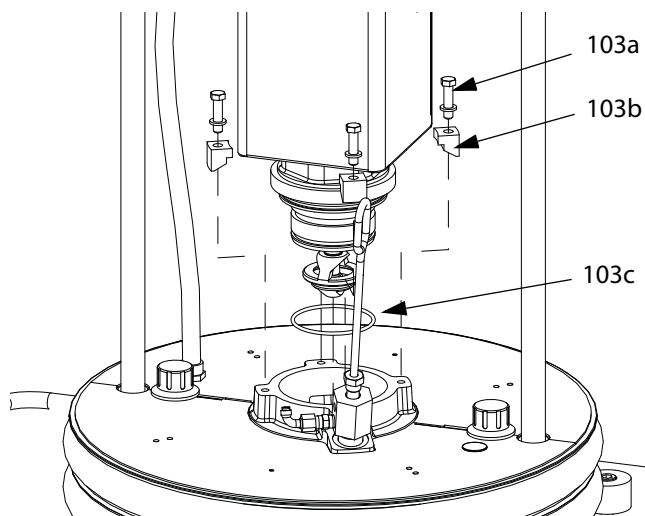

Рис. 41. Монтажный комплект для емкости 208 л
2. Прикрепите насос к опорной емкости с помощью винтов (103a) и зажимов (103b). См. Рис. 41.